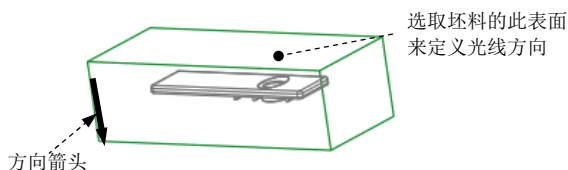

图 1.5 定义投影的方向
- (1) 在“阴影曲面”对话框中双击 **Direction (方向)** 元素，系统弹出“一般选择方向”菜单。
- (2) 在 **GEN SEL DIR (一般选择方向)** 菜单中选择 **Plane (平面)** 命令。
- (3) 在系统  **选择将垂直于此方向的平面。** 的提示下，选取图 1.5 所示的坯料表面；将投影的方向切换至图 1.5 中箭头所示的方向，然后选择 **Okay (确定)** 命令。